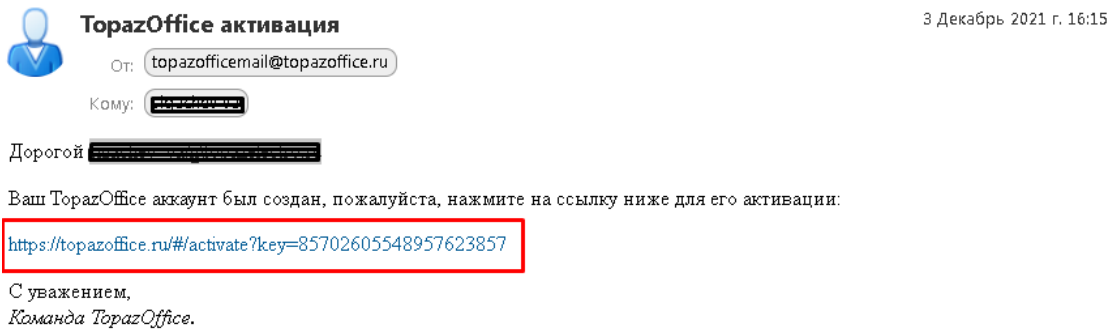

Рисунок 120.
2. После создания аккаунта на указанный вами адрес электронной почты будет выслано сообщение, содержащее ссылку для активации вашего аккаунта. Активируйте аккаунт по ссылке из сообщения (рисунок 120), (рисунок 121):